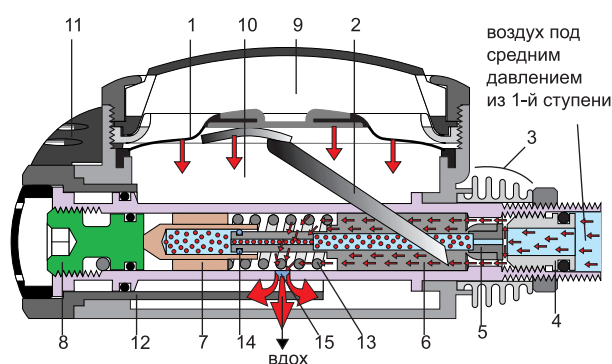

РИСУНОК 5. Схема дыхательного автомата LX, фаза выдоха.
Рассмотрим работу дыхательного автомата LX на фазе вдоха и выдоха (рис. 5). При совершении вдоха в воздушной камере (10) дыхательного автомата LX происходит разрежение, в результате чего мембрана (1) прогибается вниз и надавливает на рычаг (2). Рычаг, соединенный со штоком клапана (6), преодолевая усилие пружины (13), отводит клапан, на торце которого закреплена сменная подушка клапана (5), от седла клапана (4). Через открытый клапан и затем через отверстие